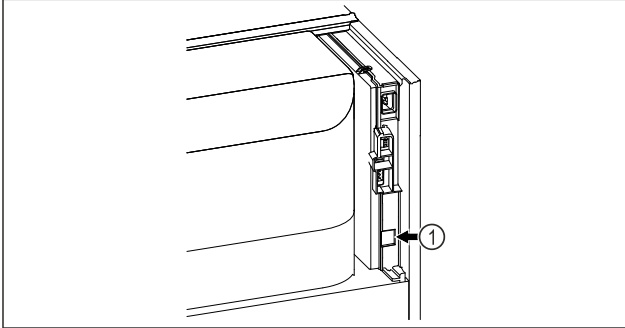

Fig. 99
- Je používán SmartModule Fig. 99 (1).